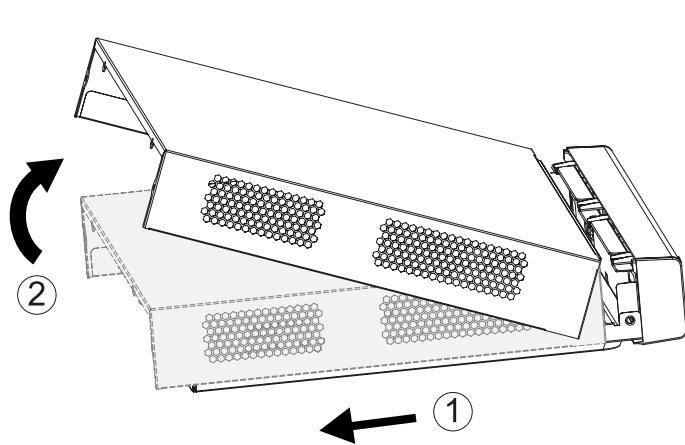
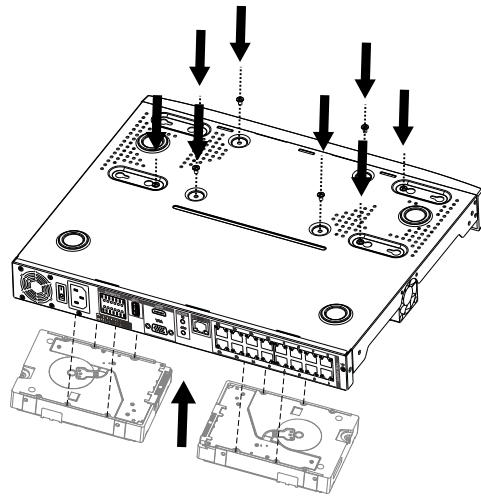

Рисунок 5
Рисунок 6
- 1) Открутите винты крепления крышки видеорегистратора на задней части корпуса, затем снимите верхнюю крышку (рисунок 5). Поместите HDD под кронштейном и закрепите, используя винты (рисунок 6).